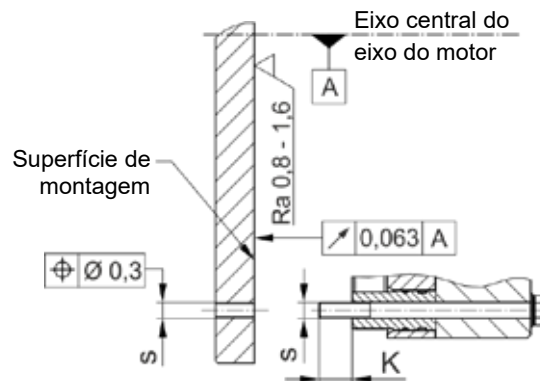

Figura 4
- ❑ A tolerância de posição da rosca dos parafusos sextavados (5) não pode exceder 0,3 mm.
- ❑ As adaptações do orifício do cubo (10) e do eixo devem ser selecionadas de modo que não ocorra nenhuma expansão da engrenagem do cubo (10). Uma expansão da engrenagem resulta numa fixação dos rotores (3) no cubo (10), resultando assim em falhas de funcionamento dos freios. Cubos recomendados – ajuste de eixos H7/k6. Se o cubo (10) for aquecido para uma melhor união, o O-ring (11) deve ser removido previamente e montado novamente após a montagem do cubo. A temperatura de união máx. admissível de 150 °C não pode ser excedida.
- ❑ Deve ser realizado um dimensionamento da união da chaveta de acordo com o diâmetro dos eixos necessário, o torque transmissível e as condições de funcionamento. Para este fim, o operador deve conhecer os respetivos dados ou deve efetuar o dimensionamento de acordo com as bases de cálculo válidas DIN 6892. Para o cálculo deve ser utilizada a qualidade do cubo com  $R_e = 300 \text{ N/mm}^2$ . O comprimento do rolamento da mola de ajuste deve estender-se por todo o cubo (10).
- ❑ Devem ser indicadas as dimensões de montagem e as rosas dos parafusos s com profundidade  $K + 2 \text{ mm}$  ( $K =$  projeção dos parafusos) de acordo com o catálogo ou o desenho de montagem associado (figura 4).